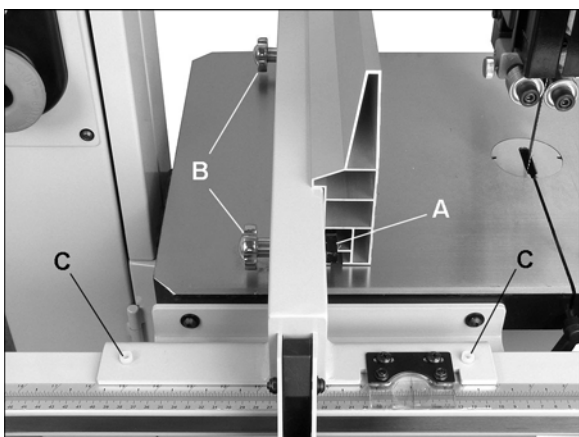
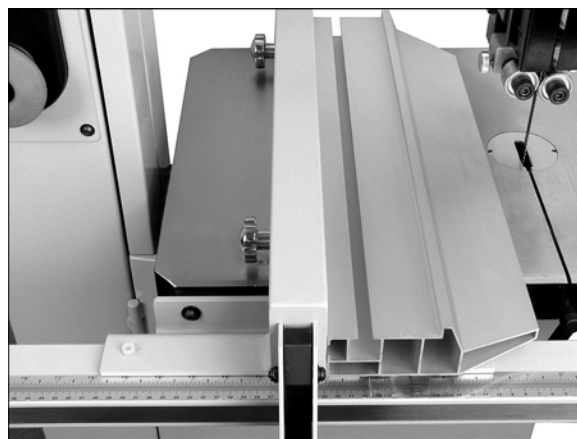

Рис. 6: вертикальное положение упора
Рис. 7: горизонтальное положение упора
См. Рис. 6 и 7.
Ослабьте стопор (А) с помощью ручек (В). Вытяните стопор на длину, достаточную для того, чтобы завести на него алюминиевый профиль упора, как показано на Рис. 6. Снова затяните ручки.
Алюминиевый упор можно установить в двух разных положениях: вертикально (для продольного распила), как показано на Рис. 6; или горизонтально, как показано на Рис. 7.
2. Если это не так, отрегулируйте зазор нейловыми винтами с помощью 5 мм шестигранного ключа (С, Рис. 6). Крутите винты по часовой стрелке, чтобы поднять упор, против часовой стрелки – чтобы опустить.